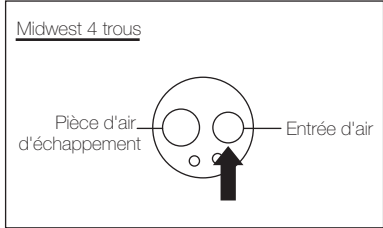

Fig. 6
- 2) Insérez l'embout de pulvérisation à tête biseautée dans l'orifice d'entraînement pneumatique du moteur (iPA). Tenez le moteur et pulvérisez pendant environ 2-3 secondes. Vaporisez du lubrifiant jusqu'à ce qu'il en ressorte de la pièce d'air d'échappement pendant au moins 2 secondes. (Fig.6)